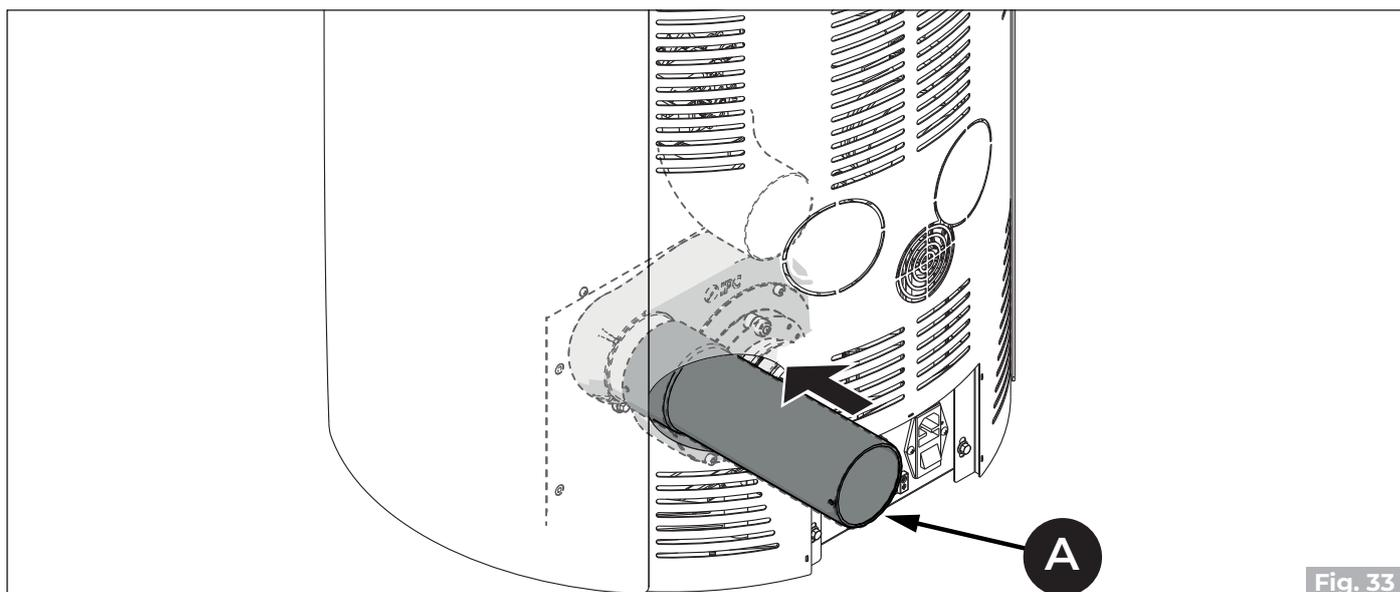

Fig. 33
- Schließen Sie das Rauchabzugsrohr **(A)** ("Abb. 33").